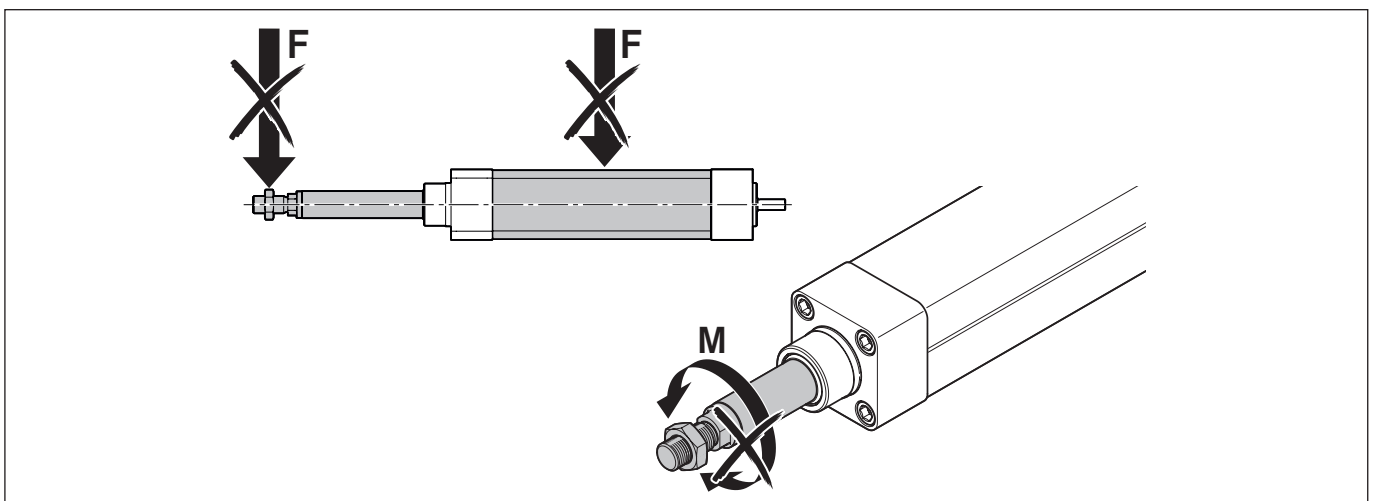
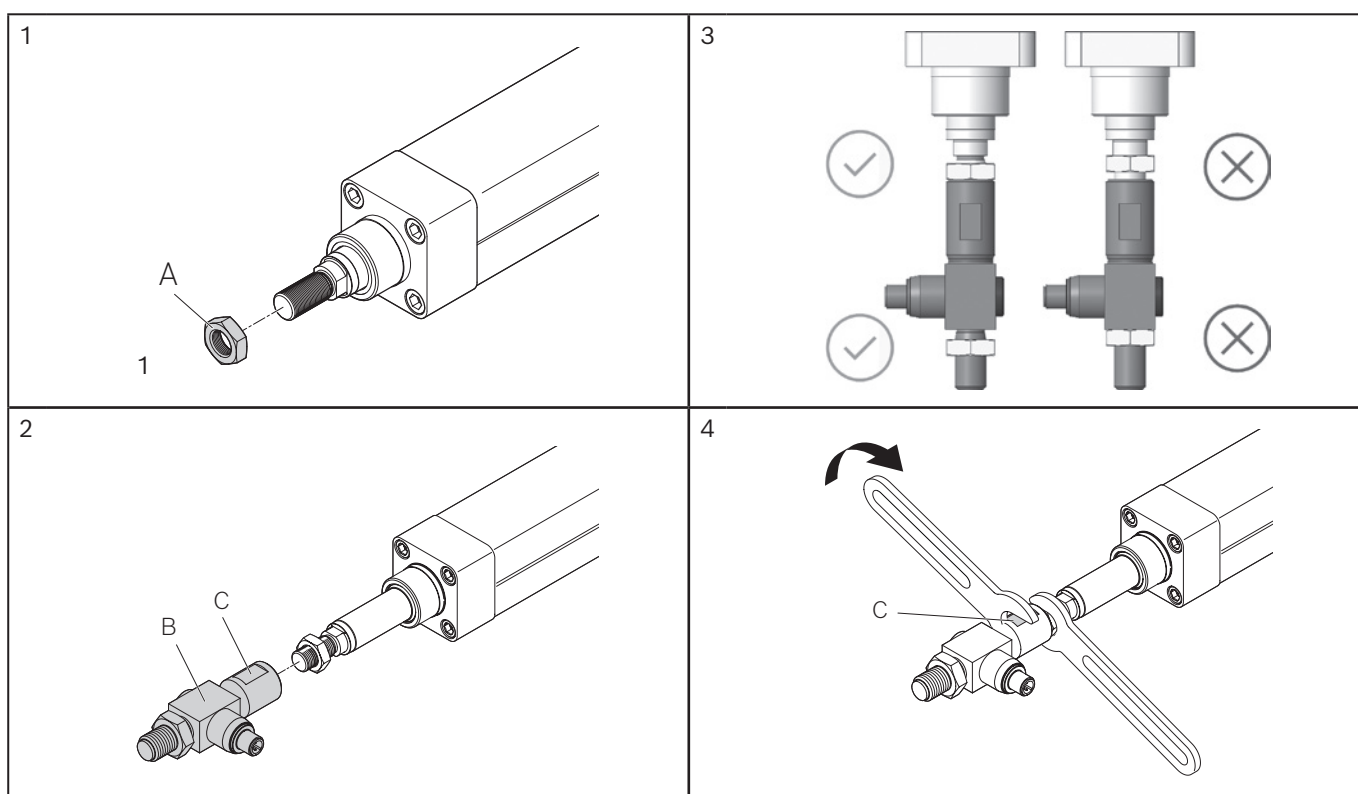

Fig. 3: Unzulässige Belastungen
Fig. 6: Montage Kraftsensor
- ▶ Kontermutter mit Abstand zum Sensorkörper arretieren. ➔ ☒ Fig. 6; Bild 3